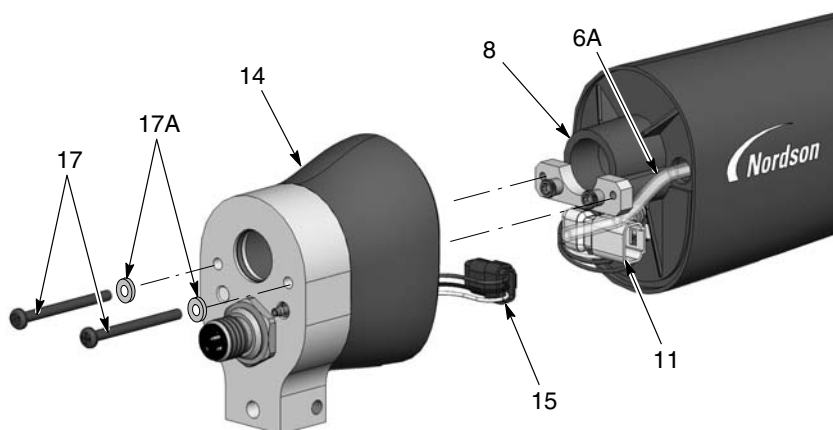

Figura 7-12 Dezasamblarea pistolului montat pe bară 1 / 3
2. Vezi Figura 7-12. Demontați cele două șuruburi cu cap tubular (17) și șaibe de blocare (17A) de la ansamblul corpului spate (14).
3. Trageți cu grijă ansamblul corpului posterior pentru a îl îndepărta suficient de peretele despărțitor (8) pentru a deconecta fasciculul de cabluri de alimentare electrică (11) de la fasciculul de cabluri al prizei (15) și tubulatura ansamblului filtrului (10) de la racordul striat din interiorul corpului posterior.